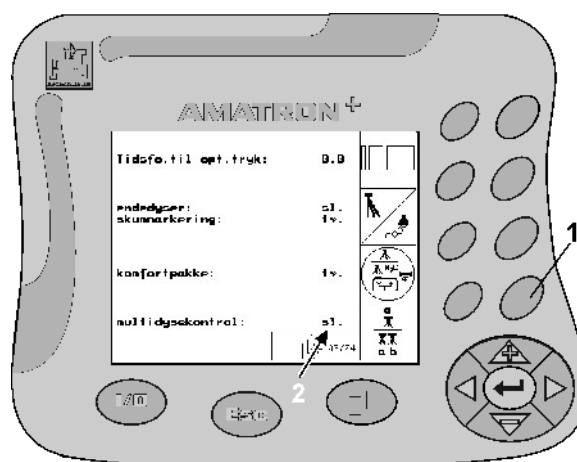

Fig. 17
1. Funktionstasten (Fig. 17/1) aktiveres en gang.
→ Displayet viser "tænd " (Fig. 17/2), og komfortpakken er herefter tilkoblet.
2. Funktionstasten betjenes endnu engang (Fig. 17/1).